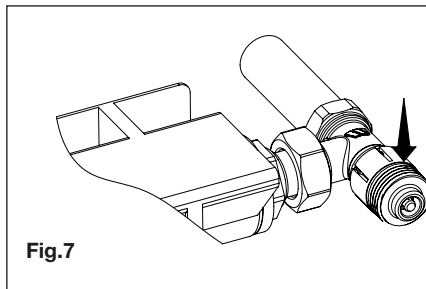

Fig.7
- Smontare la ghiera a scatto sganciando i dentini (Fig.7);